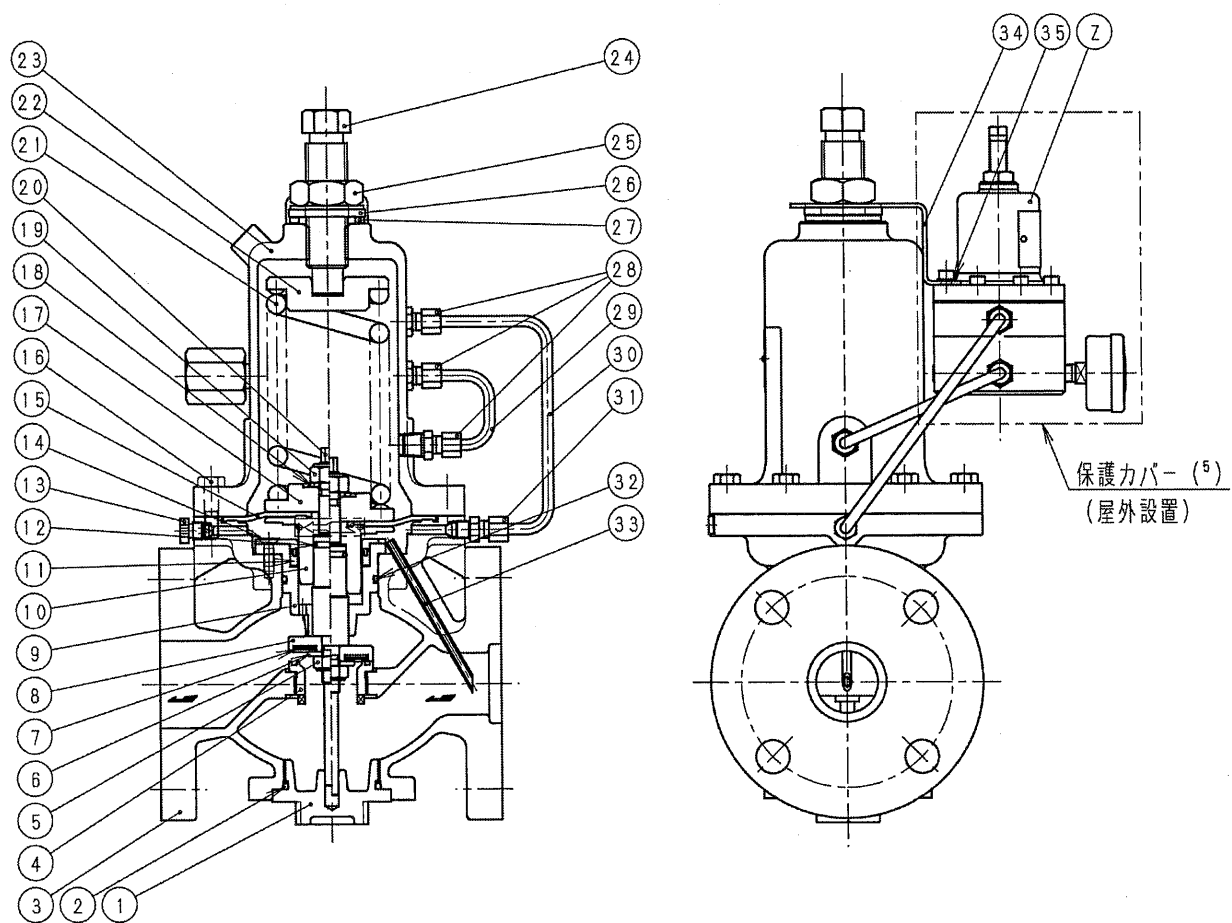

図 4 構造例(呼び径 50)
内部検出方式の場合の構造例を図4及び図5に示します。主要各部の名称は表1及び表2を参照してください。なお、主弁の構造は呼び径や弁箱材料などにより異なります。
- (3-2) 本弁を配管に取り付ける際には、流体の流れ方向と弁箱③(図 4 参照)に設置された矢印銘板の矢印の方向を必ず一致させてください。逆向きに取り付けて流体圧力を加えた場合、内部部品が変形・破損する危険性があります。
- (3-3) 本弁に過大な配管応力が加わらないよう配管の支持や固定をしっかりと行ってください。弁箱③に過大な応力が加わった場合、作動不良や弁漏れを引き起こすだけでなく、弁箱③が破損して外部に流体が流出する危険性があります。
- (3-4) 本弁を屋外に設置する場合は PC をカバー等で覆うなど、雨水等の流入を防止する措置を講じてください(図 4 参照)。その際、排出口は絶対に閉塞しないでください。